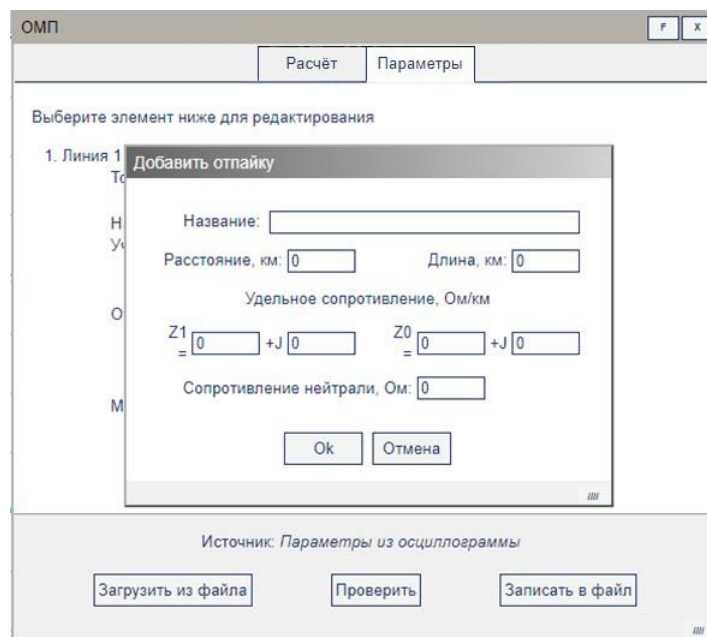

Рисунок 35 – Добавление отпайки
3.5.18.10 При добавлении отпайки появляется дополнительное окно «Добавить отпайку», в котором необходимо указать название отпайки, расстояние, длину, удельное сопротивление и сопротивление нейтрали (рис. 35).